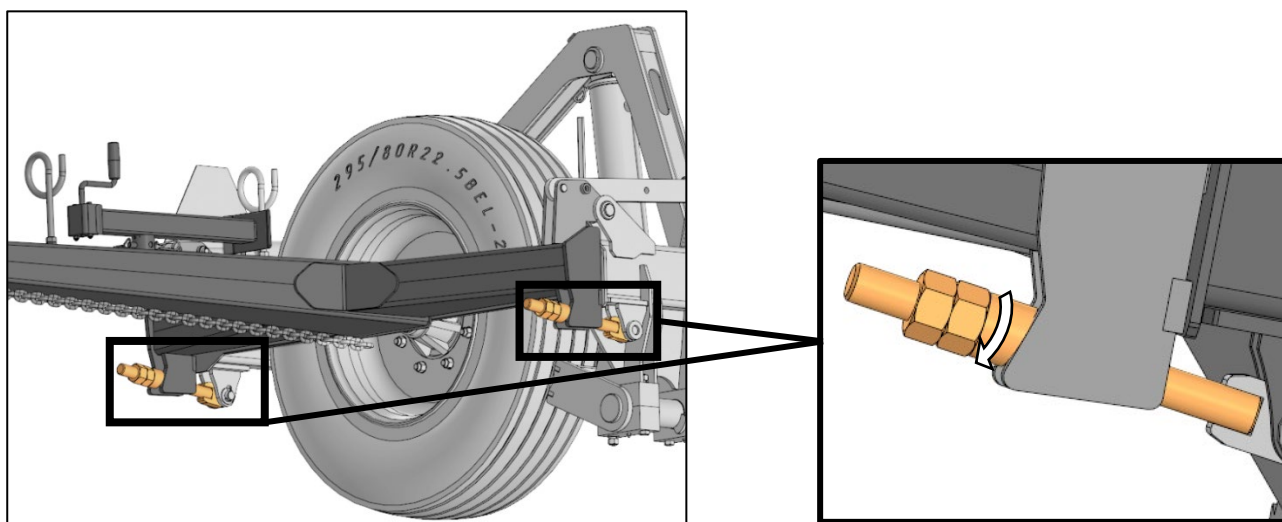

Рисунок 21 – Фиксация центрального фаркопа в рабочем положении
3. Надёжно затянуть резьбовые соединения тяг центрального фаркопа, рис. 21.